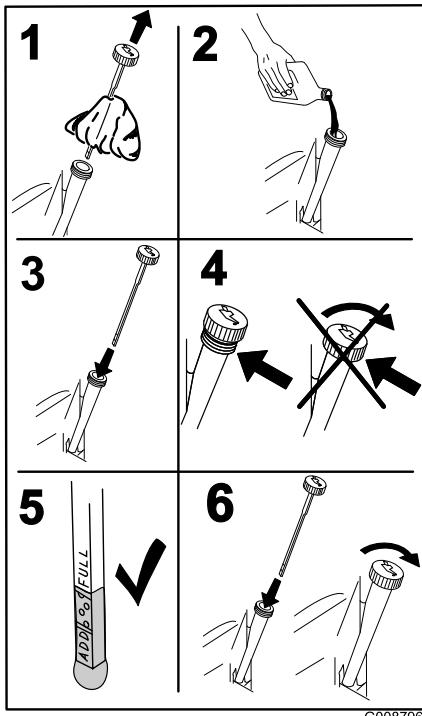

Figure 44
- Versez lentement environ 80 % de l'huile spécifiée dans le tube de remplissage, puis faites l'appoint lentement jusqu'à ce que le niveau atteigne le repère maximum (Full) (Figure 44).